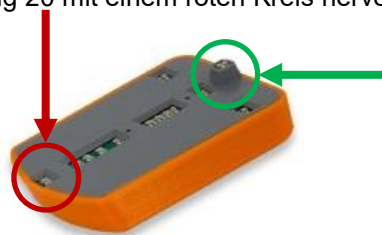

Abbildung 20: Nexonar Tracker
Der Nexonar Tracker ist ein aktiver Sensor und wird zusammen mit dem Kamerasystem zur Positionsbestimmung verwendet. Der Tracker wird mit einem Schalter an der Seite angeschaltet, eine grüne Status-LED leuchtet auf. Mit selbigem Schalter wird der Tracker durch längeres drücken wieder ausgeschaltet. Ein Kabel zum Laden des Trackers liegt den Materialkästen bei. Über die seitlich angebrachten Ösen kann der Sensor befestigt werden. Tracker und Gesamtplatine einer Gruppe sind fest miteinander verknüpft. Die Position des Trackers im globalen Koordinatensystem wird für die „vordere“ Infrarot-LED, wie in Abbildung 20 mit einem roten Kreis hervorgehoben, angegeben.
- ⚠ Zu beachten ist die erhöhte Infrarot-LED des Trackers (grüner Kreis in Abbildung 20). Diese Erhöhung wirkt unter Umständen einen Schatten, wodurch die Positionsbestimmung keine gültigen Werte erzeugt.